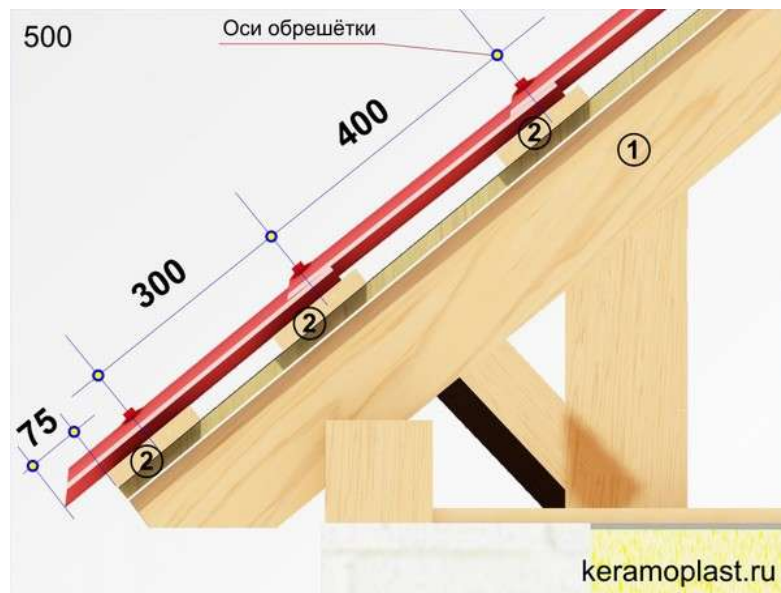

Рисунок 1
Монтаж **ЧЕРЕПИЦЫ КЕРАМОПЛАСТ** производится по обрешетке (2) выполненной из деревянной доски сечением 150x25 мм, предварительно смонтированной по стропильным балкам (1) сечением 150x50 мм с шагом 600 мм. Шаг обрешетки выдерживается постоянным – 400мм независимо от угла наклона крыши (рис. 1). Начальная обрешетка крепится по нижнему краю стропильных балок. Для выполнения напуска нижнего ряда листов (75-100 мм) размер первого шага обрешетки должен быть 300 мм. Чтобы правильно рассчитать необходимое количество листов для покрытия вашей крыши, надо вычертить в масштабе, на миллиметровой бумаге ее раскрой, с учетом боковых – 50 мм и концевых – 100 мм нахлестов (рис. 1).